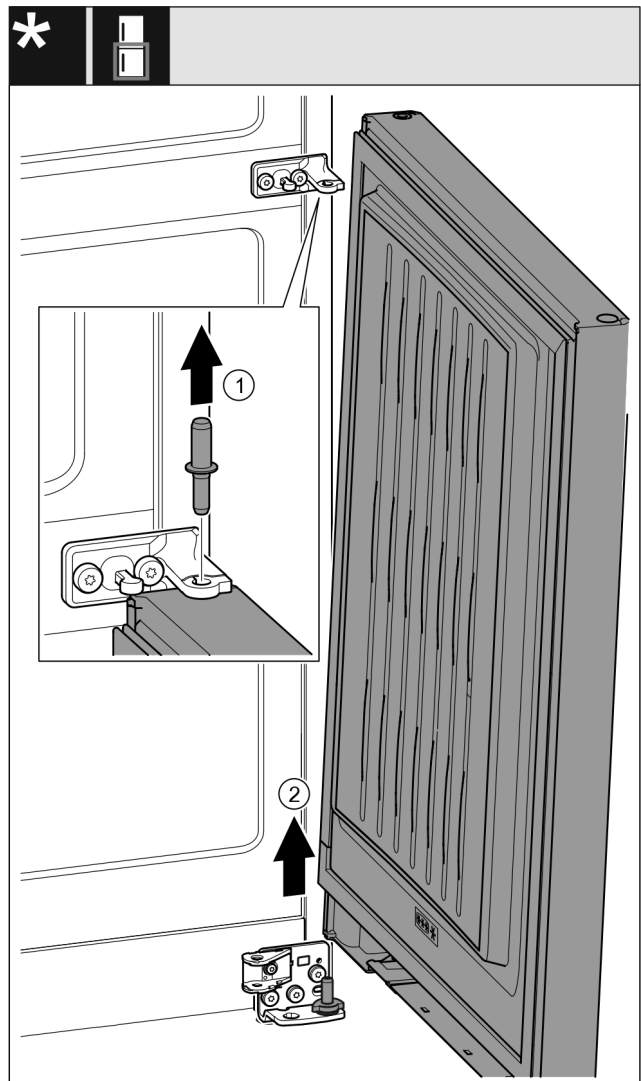

Fig. 22 Avec amortisseur de fermeture\*
- ▶ Retirer l'axe Fig. 22 (1) par le haut.\*
- ▶ Faire pivoter la porte Fig. 22 (2) vers l'extérieur, la retirer par le haut et la mettre de côté.\*